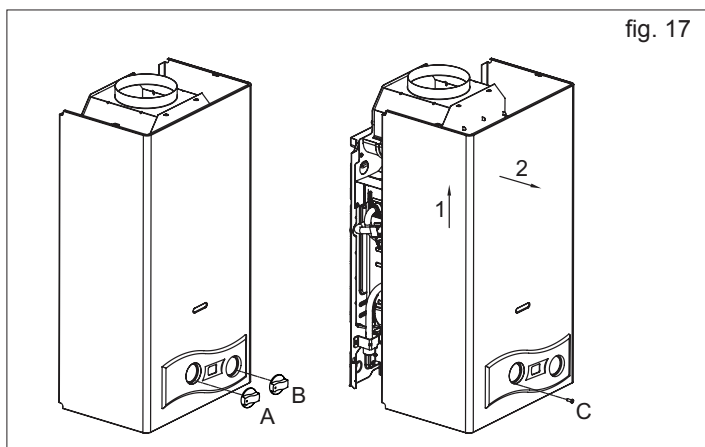

fig. 17
4.a Para desmontar la tapa (fig. 17)